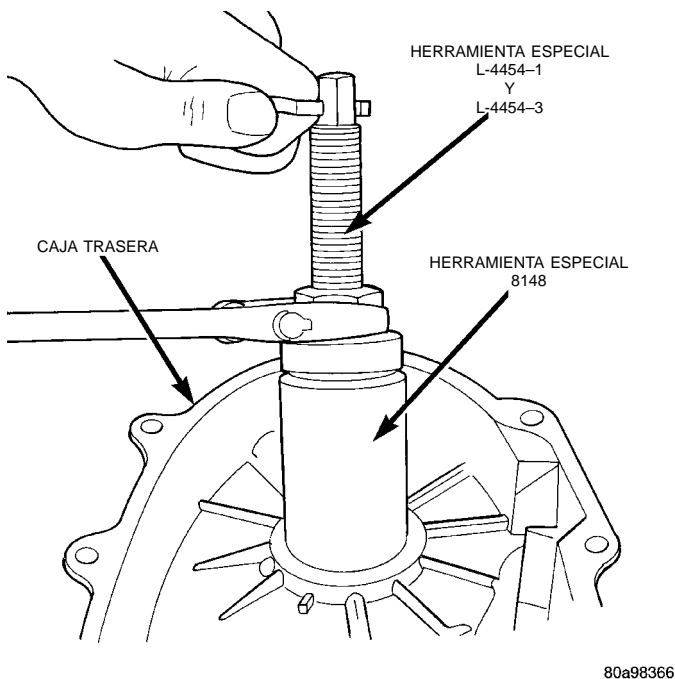

Fig. 57 Retiro del cojinete trasero del eje transmisor delantero
(12) Retire el cojinete trasero del eje transmisor con el tornillo y las mandíbulas del Extractor L-4454 y Cubeta 8148 (Fig. 57).